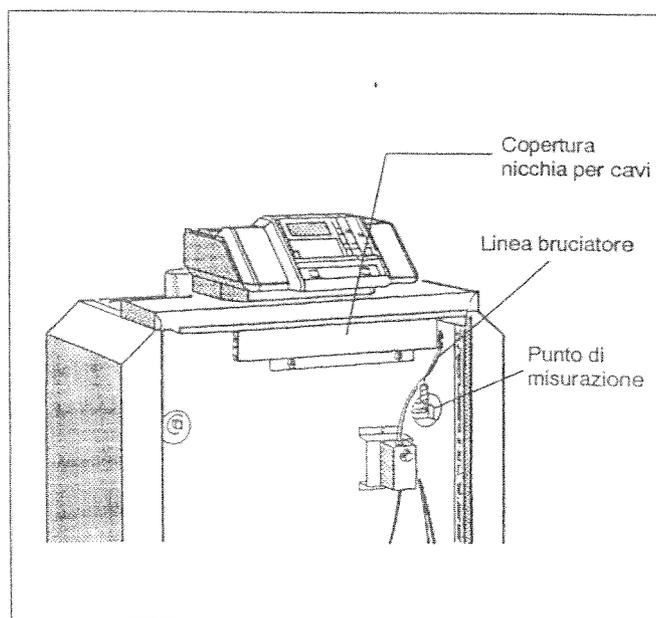

Fig. 9: Lato anteriore caldaia
- Svitare la copertura della nicchia per cavi (Fig. 9).
- Condurre in avanti i tubi capillari delle sonde di temperatura e, in caso di regolazione "Ecomatic", la linea della sonda della temperatura dell'acqua di caldaia sotto la copertura caldaia anteriore fino al punto di misurazione. Srotolare soltanto la lunghezza necessaria (Fig. 9).
- Condurre verso il retro la linea del bruciatore attraverso la nicchia per cavi e sotto la copertura caldaia anteriore fino al lato di collegamento dell'apparecchio di regolazione (Fig. 9).